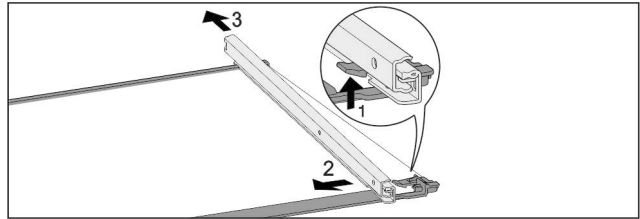

Fig. 58 Скляна пластина з рейками
- ▶ Натиснути передній гачок-фіксатор вгору. Fig. 58 (1)
- ▶ Виштовхнути виїзну рейку в сторону Fig. 58 (2) та назад Fig. 58 (3).